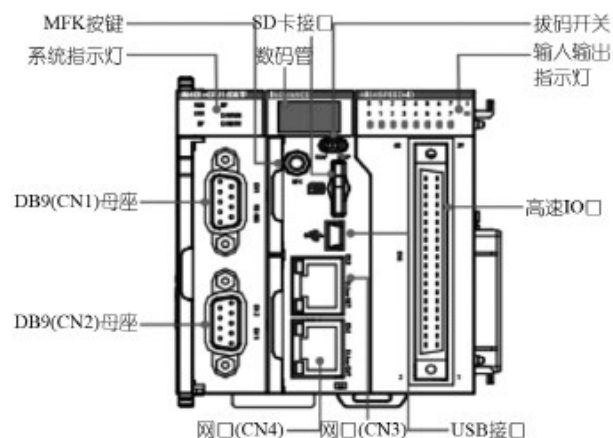

图 1 AM400-CPU1608TP/TN 接口示意图
汇川AM400系列PLC是基于CoDeSys研发的中型PLC如图1所示，其功能强大，主要特点如下：
本系统涉及通讯协议有: ① PLC 与变频器通讯采用 Ethernet/IP 协议; ② PLC 与温控表及能源计量表通讯采用 Modbus-RTU, 接口见图 1 DB9(CN1) 母座; ③ PLC 与 HMI 通讯交互采用 Modbus-TCP/IP 协议, 与 Ethernet/IP 协议共用物理网口, 见图 1 网口 (CN3、CN4)。详细通讯配置如图 2 所示。
我公司冷喂料挤出机控制系统以汇川中型经济型 PLC AM401-CPU1608TP/TN 为控制核心 (见图 1),